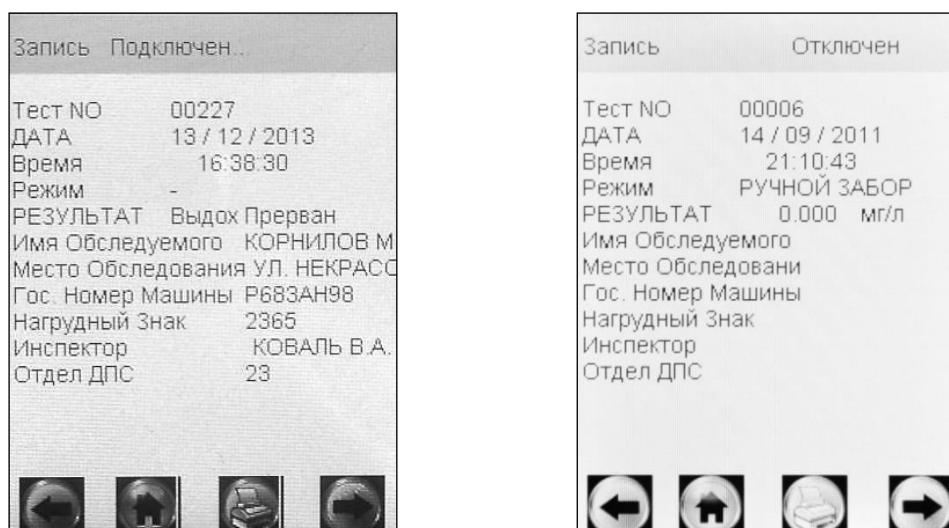
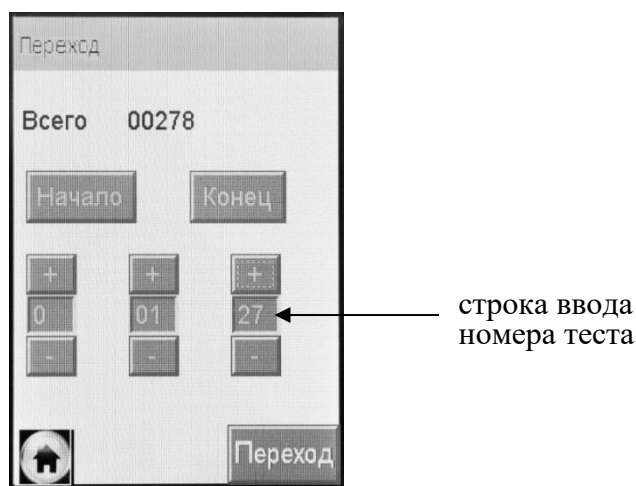

Рисунок 26 – Просмотр памяти
Рисунок 27 – Быстрый переход к требуемому протоколу
На сенсорном экране появится окно «**Запись**» с протоколом последнего измерения (рисунок 26).
2.12.2 Если измерения производились в режиме измерения с вводом данных, результаты измерения хранятся в памяти совместно с автоматически сохраняемыми данными (дата, время и т.д.) и с данными, введенными в предназначенные для заполнения поля (рисунок 26, слева).
2.12.3 Если измерения производились в режиме измерения без ввода данных, в памяти хранятся результаты измерения только совместно с автоматически сохраняемыми данными (рисунок 26, справа).
- находясь в окне «**Запись**» (рисунок 26), зажмите и удерживайте сервисную кнопку и кратковременно нажмите кнопку включения/выключения, отпустите обе кнопки; на экране появится окно перехода к требуемому протоколу (рисунок 27);